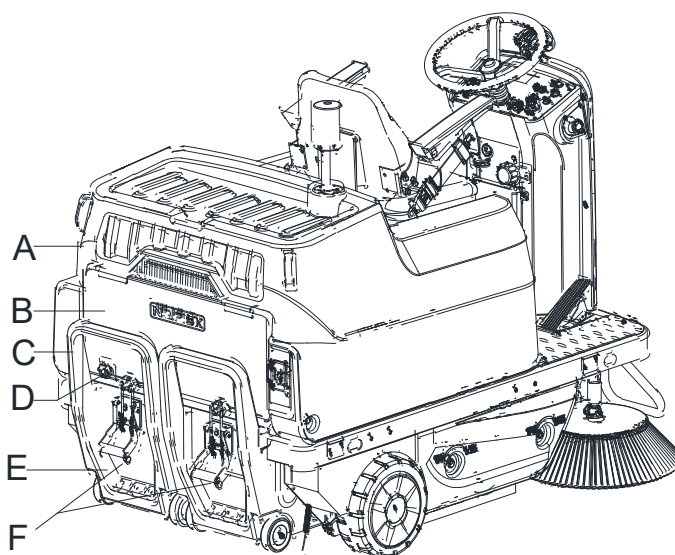

Figure 27
3. Abaisser le couvercle (A, figure 27).
4. Ouvrir la fermeture à glissière de la trémie à l'aide de la poignée (F, figure 27).
5. Utiliser la poignée de la trémie (C, figure 27) pour retirer la trémie (E, figure 27).
6. Desserrer la vis (D, figure 27) pour retirer la plaque du couvercle de la trémie (B, figure 27).